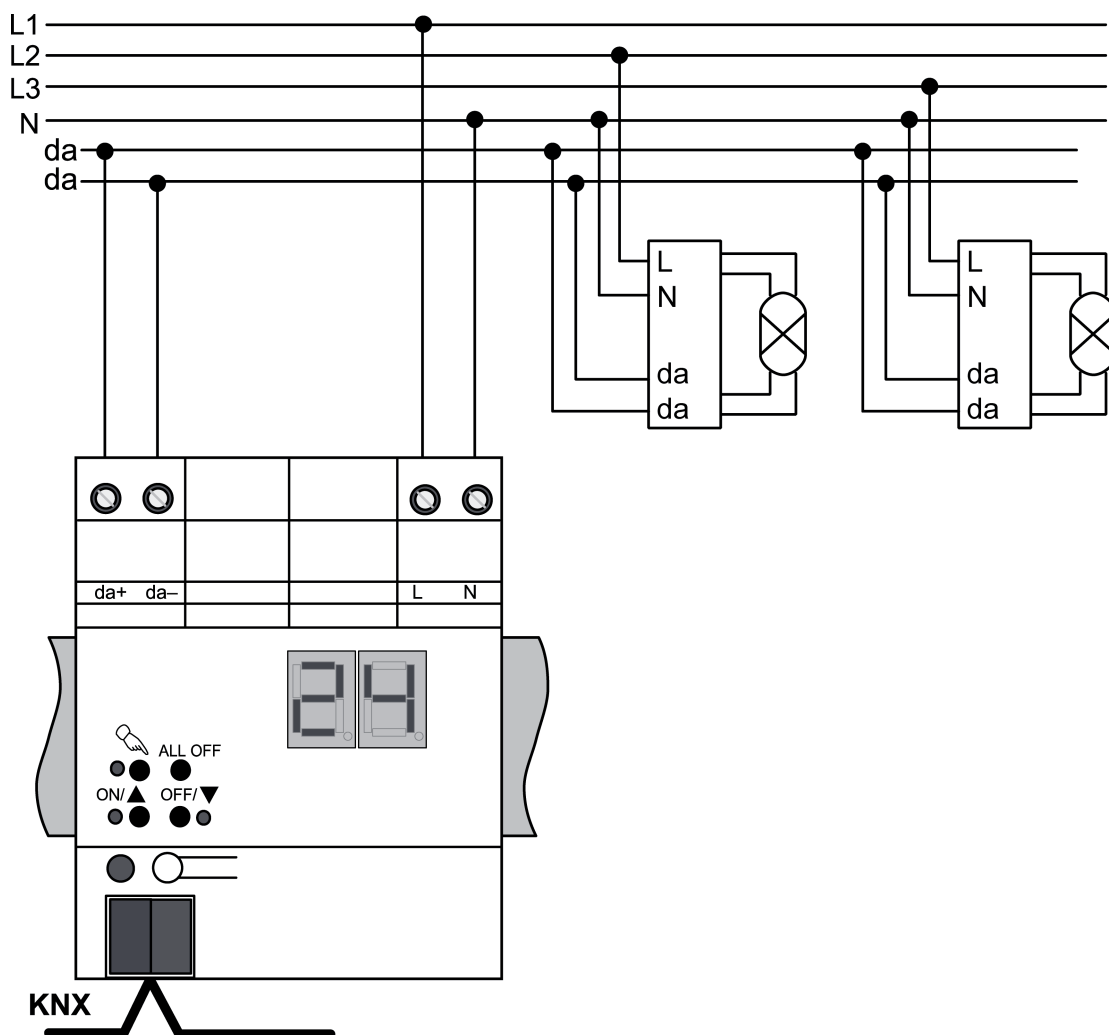

Figura 2
- Collegare l'apparecchio secondo lo schema esemplificativo (figura 2).